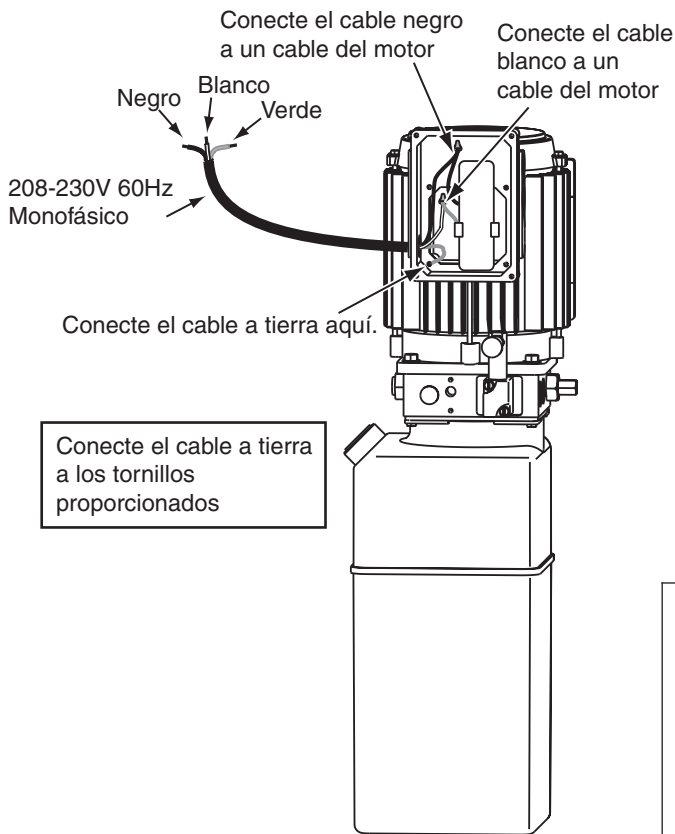
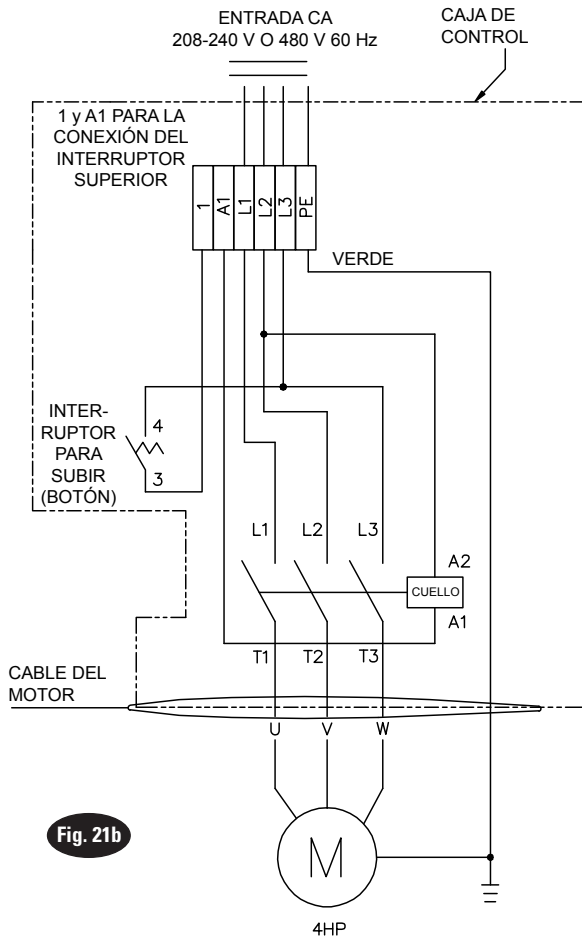

Fig. 20
Fig. 21b
- 11. **Eléctrico:** Haga que un electricista conecte la fuente de alimentación apropiada al motor, Fig. 20, Fig. 21, y Fig. 21b. El calibre del cable debe ser el adecuado para un circuito de 20 amp. Consulte la Tabla de Datos de Operación del Motor.
IMPORTANTE Utilice circuitos separados para cada unidad de energía. Proteja cada circuito con fusibles de acción retardada o interruptores automáticos. Para sistemas monofásicos de 208-230V, utilice fusibles de 20 amp. Para sistemas trifásicos de 208-240V, utilice fusibles de 15 amp. Para sistemas trifásicos de 400V y más, utilice fusibles de 10 amp. Para cableado de 3Ø vea la Fig. 21 y Fig. 21b. Todo el cableado debe de cumplir con las NEC y todos los códigos eléctricos locales.